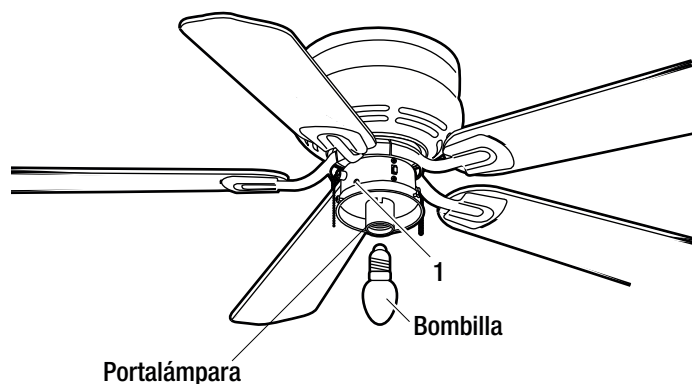

Figura 15
- Instale un foco (incandescente de 60 W máx o equivalente CFL ó LED, base de tornillo mediano) al portalámpara (Figura 15).